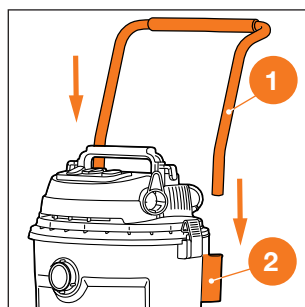

Рис. 13
7. На **DAVC 6025S** установите рукоятку **1** в специальные отверстия **2** на задней стороне корпуса пылесоса (Рис. 13).